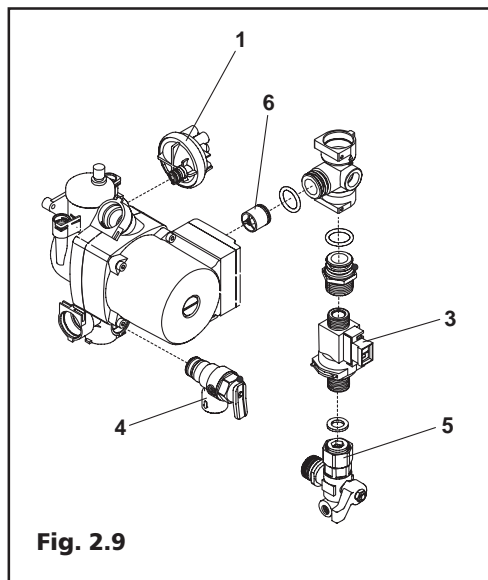

Fig. 2.9
1) Pressostato acqua (Fig. 2.9): dispositivo in grado di rilevare la presenza o meno di pressione nell'impianto di riscaldamento. Lavora in modo ON-OFF e ha il compito di verificare che la caldaia sia sottoposta ad una pressione minima di 0,45 bar.